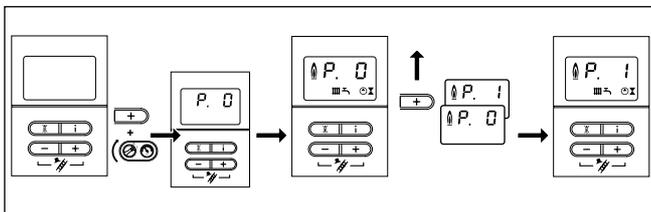

Fig. 6.5 Impostazione del valore kW massimo (P.1)
- Premere il tasto „+“ del display e, mantenendolo premuto, portare l'interruttore generale su „I“ (vedere fig. 6.5, Impostazione del valore kW massimo).
- Premere il tasto „I“, per avviare il programma di prova. L'apparecchio funziona ora a pieno carico. Vengono mostrati alternatamente „P.1“ e l'attuale pressione di riempimento dell'impianto o la temperatura di mandata attuale (vedere fig. 6.5 Impostazione del valore kW massimo).